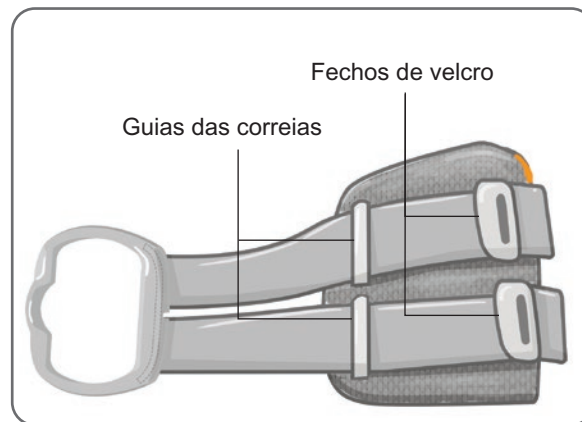

Figura 6-2: Correia do manguito da parte inferior da perna fixada no manguito regular da parte inferior da perna
- Passe a correia pelas guias e fivelas de correia no manguito da parte inferior da perna. Certifique-se de que os fechos de velcro estejam virados para o lado oposto ao manguito da parte inferior da perna. Pressione os fechos de velcro para prender a correia. Veja a Figura 6-2.